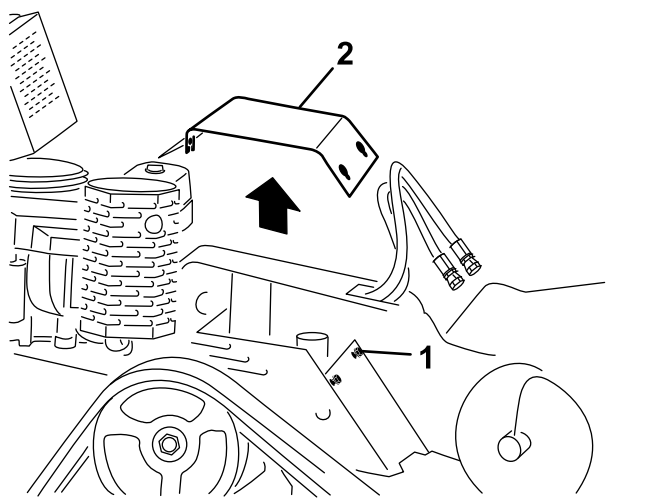

Figura 21
4. Allentate uno dopo l'altro i 3 bulloni che fissano la piastra di copertura al telaio, fino a liberare completamente il coperchio (Figura 21).
1. Bullone (3) 2. Piastra di copertura
6. Per montare la piastra di copertura prima di mettere in funzione la macchina, fatela scorrere nella sua sede e fissatela con i 3 bulloni allentati in precedenza (Figura 21).